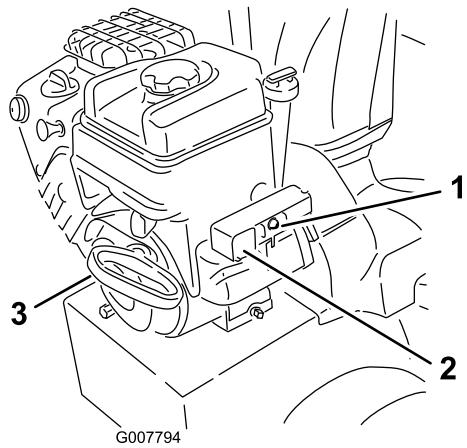

Figure 23
7. Démarrez la déneigeuse en tirant sur le lanceur ou en appuyant sur le bouton du démarreur électrique (Figure 23).